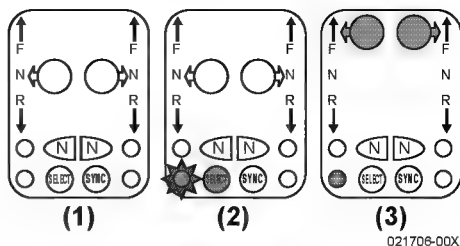

Figure 16
1. **Figure 16, 1** montre une station inactive type.
2. Appuyez sur le bouton SELECT (**Figure 16, (2)**). Le bouton s'allume (estompé dans (**Figure 16, (2)**)) et la station sélectionnée clignote légèrement (clignotant étoilé dans (**Figure 16, (2)**)).
3. Déplacez la manette pour avancer ou reculer l'accélérateur pour le faire correspondre avec l'emplacement de la manette de la station active (**Figure 16, (3)**). Le bouton de la manette correspondante s'allume (estompé dans (**Figure 16, (3)**)) et la station sélectionnée brille intensément (estompé dans (**Figure 16, (3)**)).